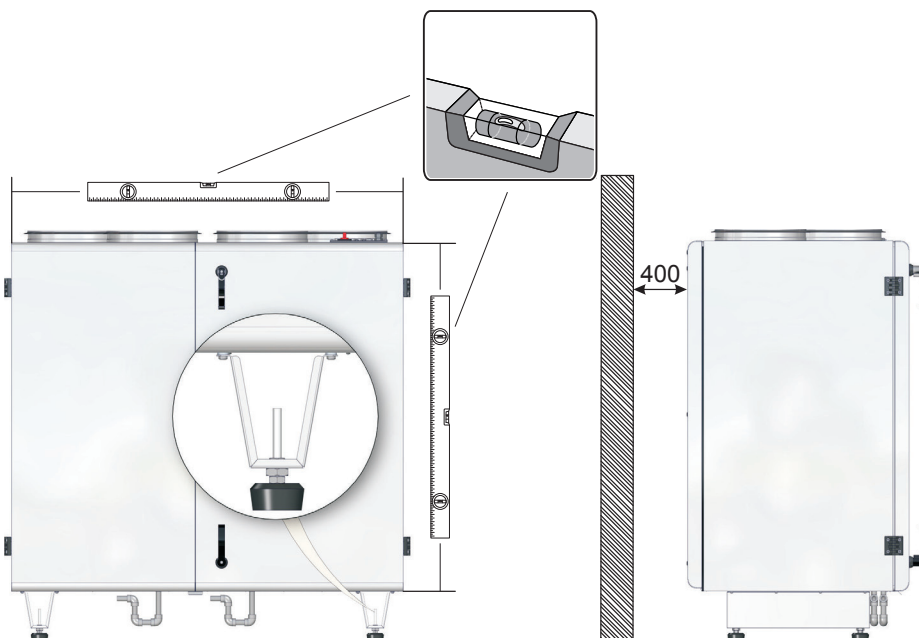

Рис. 8.1. Монтаж вентустановки LV-PACU 1200 V-V4-ECO
После установки вентиустановки необходимо установить систему отвода конденсата. Отверстия для слива конденсата смонтированы на заводе-изготовителе. К отверстиям для слива конденсата необходимо подключить входящие в комплект поставки сифон (3) или сифоны (в зависимости от типоразмера вентиустановки) и при помощи труб (4, 5) произвести подключение к канализационной системе (6), как показано на рис. 8.1.